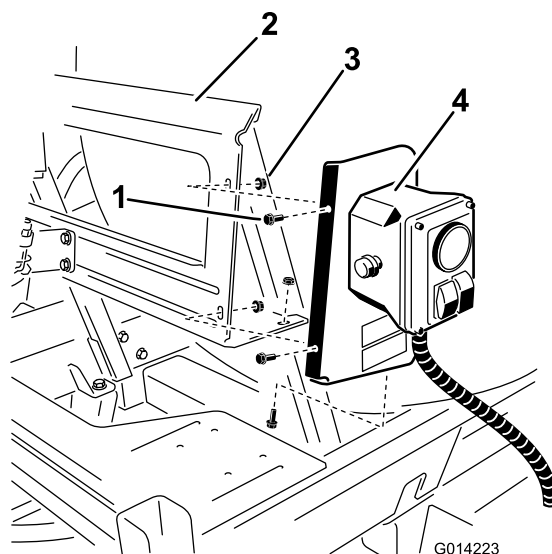

Figura 6
2. Montate il gruppo sulla staffa di montaggio usando 3 bulloni (1/4 x 5/8 pollici) e 3 dadi di bloccaggio (1/4 pollice) come illustrato in Figura 6.